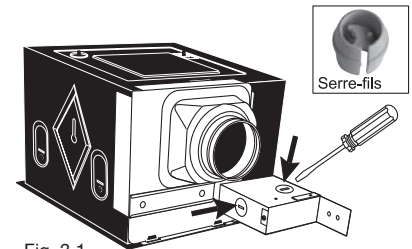

Fig. 3.1
- 1- Dévissez et retirez le couvercle du compartiment électrique du ventilateur et enlevez l'entrée défonçable (knock-out) désirée. Installez le serre-fils (compris) dans cette entrée. (Fig. 3.1)